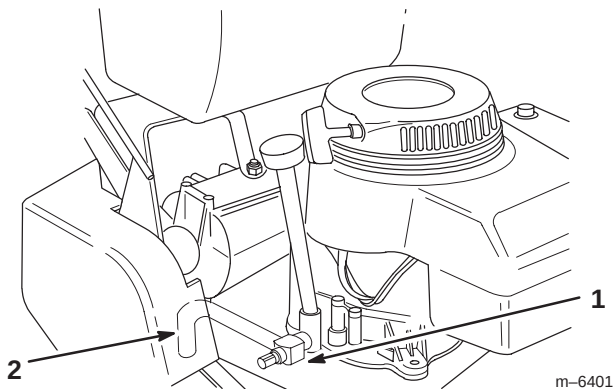

Bild 26
6. Stellen Sie ein Auffanggefäß unter den Ablassschlauch. Drehen Sie das Ölablassventil, damit das Öl herauslaufen kann (Bild 26).
8. Nehmen Sie den Ablassschlauch ab (Bild 26).